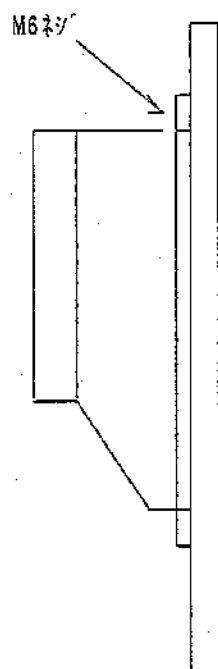

図3-6 NPSA-T*QA-113/153,
- (5) NPSA-T*QA-113/153/303は、パネル取付けとしてご使用いただけます。(図3-6 3-7参照)